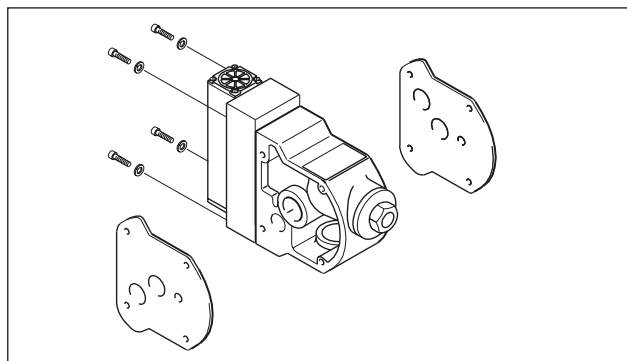

Рис. 20: Монтаж внешнего распределительного клапана
- Ослабьте четыре крепежных винта на управляющем блоке. Теперь можно вынуть весь распределительный клапан, включая контрольное управление. Это также возможно без предварительного демонтажа насоса (рис. 20)